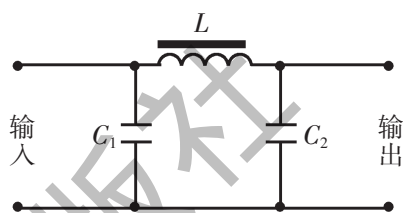

图 2-5
9. 如图 2-5 所示是常用电器中电源部分的滤波装置, 当输入端输入含有直流成分、交流高频成分和交流低频成分的电流后, 能在输出端得到稳定的直流电流. 试分析其工作原理及各电容和电感的作用.